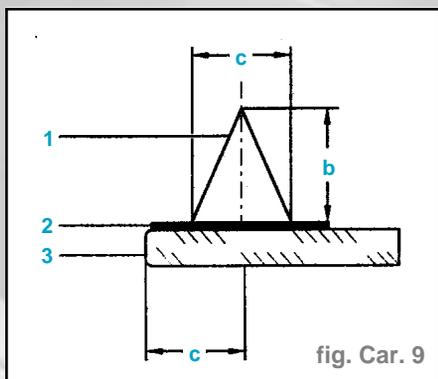

fig. Car. 9
- Application de colle (fig. Car. 9)
- Cotes du cordon de colle (fig. Car. 9)
Cotes pour l'application de colle (fig. Car. 9)